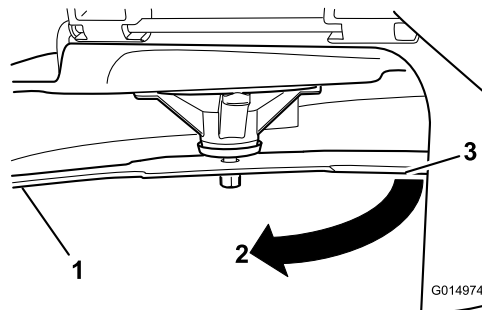

**Figura 61**
2. Indossando guanti ben imbottiti o altra protezione per le mani adeguata ruotate lentamente la lama da misurare in una posizione che consenta la misurazione effettiva della distanza tra il tagliente e la superficie piana su cui si trova la macchina **Figura 61**).